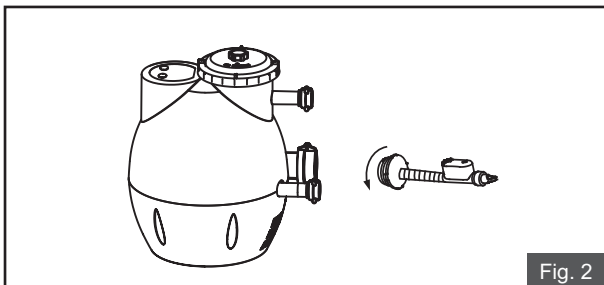

Fig. 2
2. Fixez le tuyau de gonflage à l'adaptateur A de la pompe. (voir fig. 2)